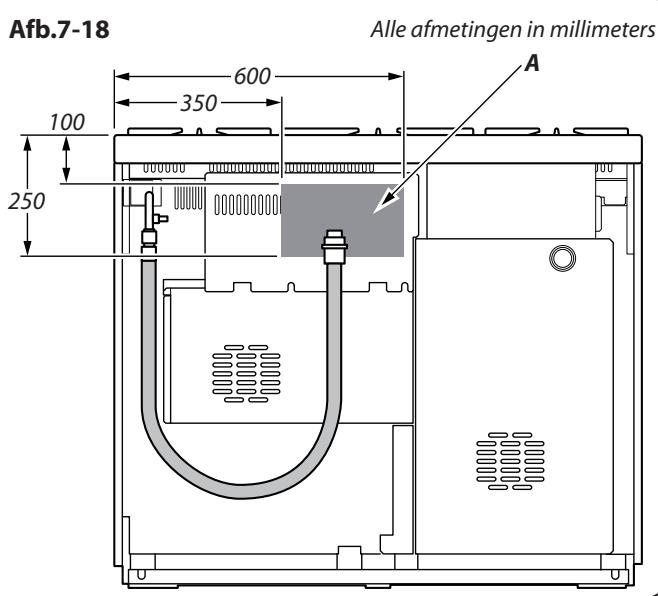

Afb.7-17
7. Meet de hoogte vanaf het vloerniveau tot de contactrand aan de achterkant van het fornuis. Tel 3 mm hierbij op en monteer de stabiliteitsklem op deze hoogte (d.w.z. vanaf het vloerniveau tot de onderkant van het bovenarm) en zorg dat de klem de ovenbrander niet beklemt (**Afb.7-17**).